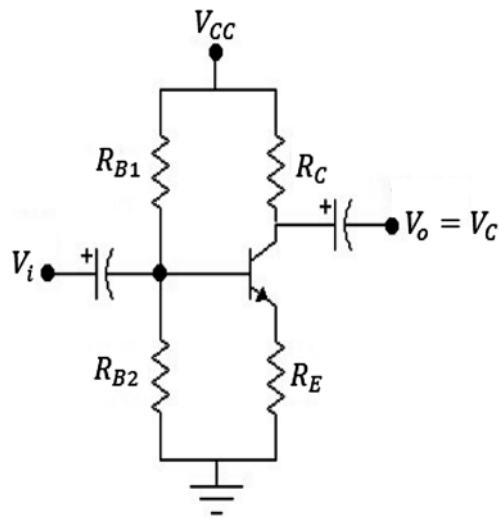

Figura 4.64 Diseño de circuitos con transistores. Fuente: Elaboración propia
- f) Diseñe el circuito de la figura 4.64 de modo que $A_V = -4$ (mida o consulte el β del transistor).